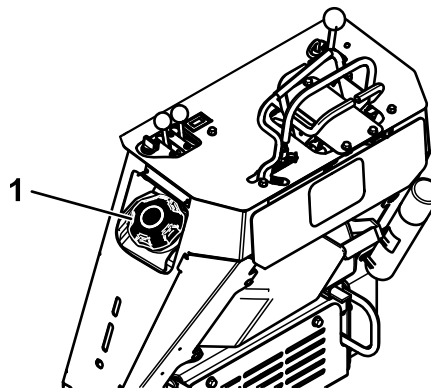

図 15
- 燃料キャップの周囲をきれいに拭いてキャップを外す 図 15。